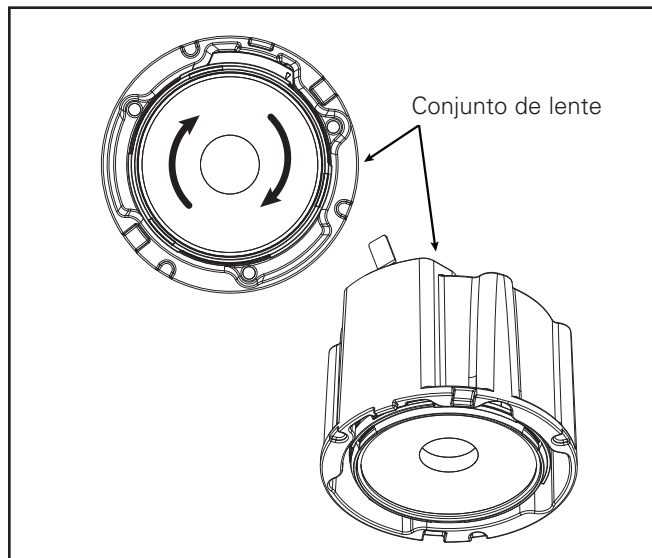
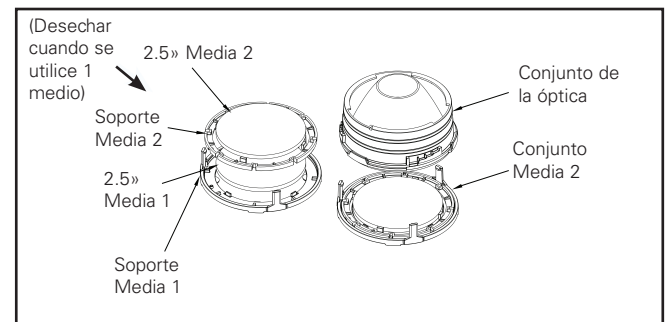

Figura 15.
Figura 16.
2. Si los módulos LED tienen 2 LED, desenganche con cuidado los pestillos de plástico blancos (Figura 15 y Figura 16) para retirar el reflector superior y luego deséchelo. Conserve el reflector superior en la moldura para módulos de 1 LED.
4. Sujete la unidad de la óptica al motor de la luz LED haciéndola girar a tope en el sentido de las agujas del reloj (Figura 15). Asegúrese de que la óptica está bien sujeta en su sitio.
3. Ensamble los medios en los soportes proporcionados. Si se trata de un solo medio, coloque en segundo lugar el segundo soporte de medios (Figura 16).